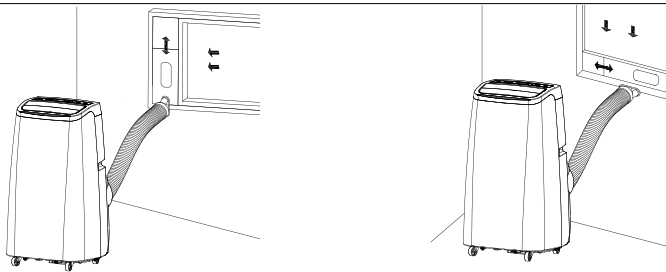

Abb. 6
- ▶ lassen Sie das flache Ende des Verbinders (16) des Warmluft-Ableitungsrohres in die elliptische Öffnung einrasten (Abb. 6)